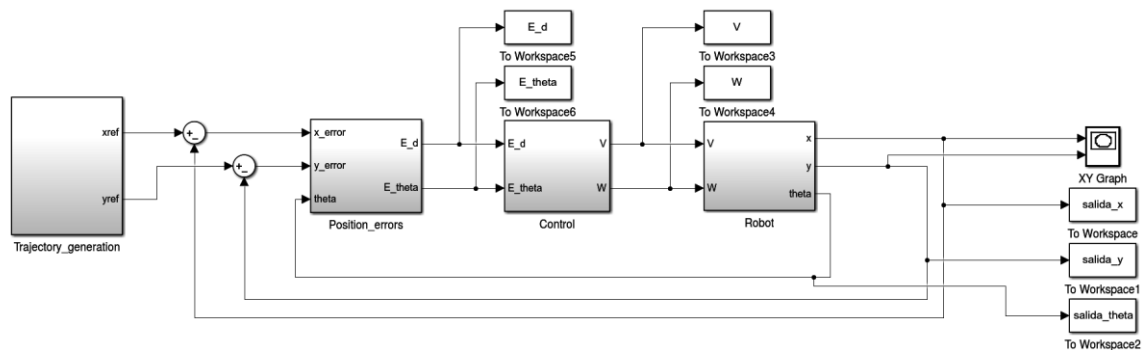

Figura 11. Seguimiento de una trayectoria.
- d) Sustituya las referencias de posición (bloques *refx* y *refy*) por el generador de trayectorias utilizado en la práctica anterior y compruebe el funcionamiento del sistema que se muestra en la Figura 11. Realice los cambios en el diseño del controlador borroso que sean necesarios para que el robot sea capaz de seguir la trayectoria.